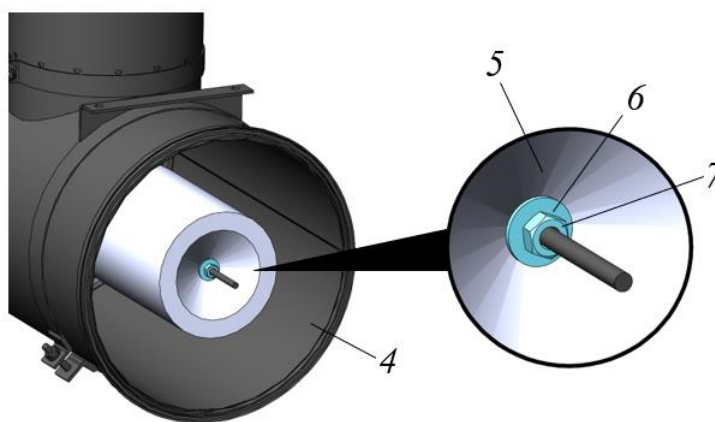

Рисунок 5.60. Процедура извлечения из корпуса дополнительного фильтра
- ▶ Не удаляя из корпуса дополнительный фильтр 5, очистить от загрязнений внутренние поверхности корпуса фильтра 4, рис. 5.60.
- ▶ Ключом  на 17, открутить гайку крепления фильтра 7, снять шайбу 6 и извлечь из корпуса дополнительный фильтрующий элемент 5, рис. 5.60.
- ▶ Установить дополнительный фильтрующий элемент 5 в корпус фильтра 4, зафиксировать фильтр в корпусе используя шайбу с гайкой, рис. 5.60.